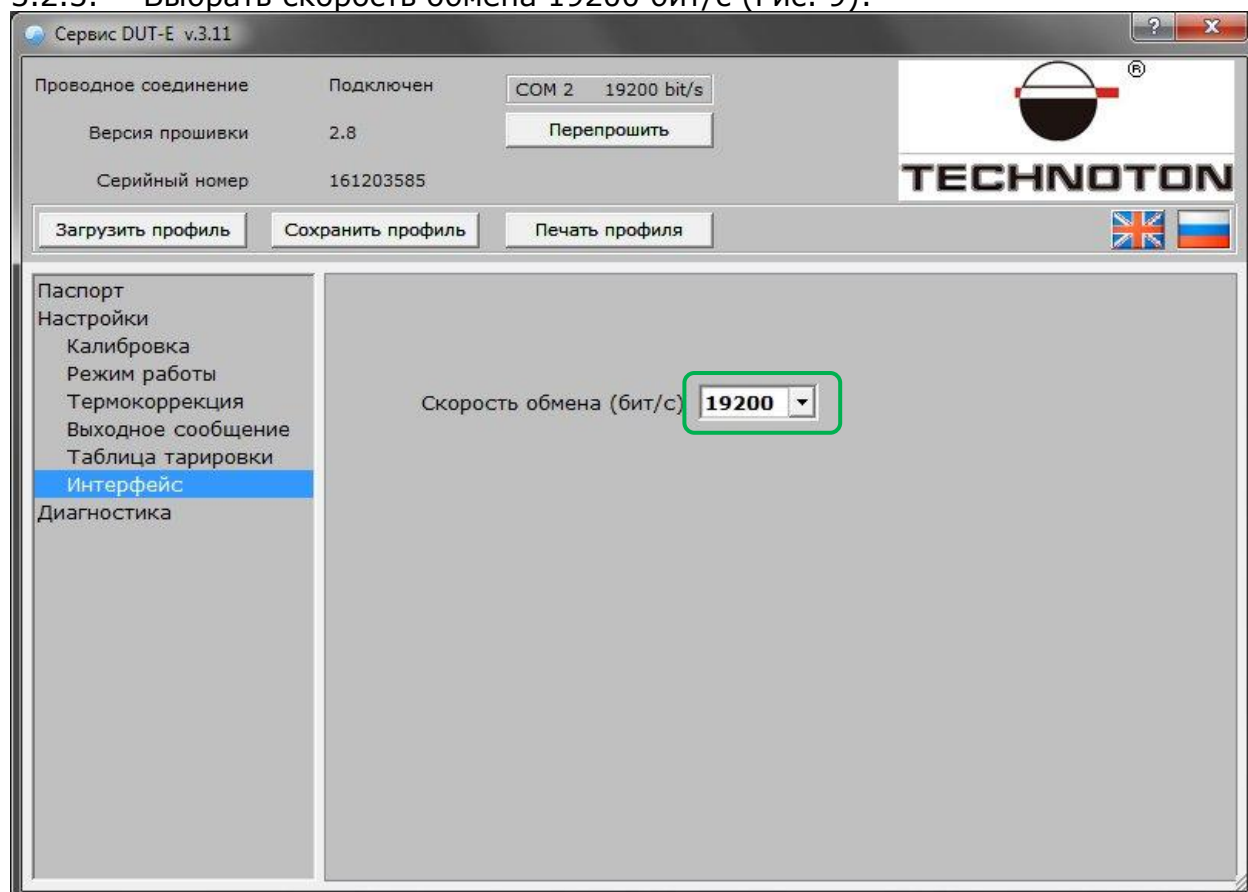

Рисунок 9
3.2.3. Выбрать скорость обмена 19200 бит/с (Рис. 9):